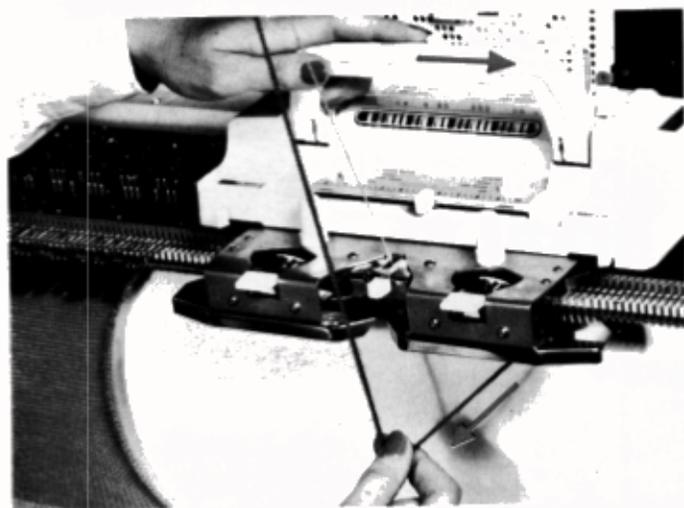

Fig. 134
- Faire passer la laine de tissage B sous l'abaisseur. La dégager des brosses en faisant glisser le chariot vers la droite (fig. 134). Lâcher la laine B,